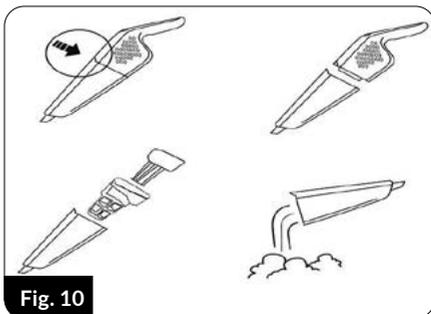

Fig. 10
6. Compruebe periódicamente el llenado del contenedor de polvo (12). Un contenedor demasiado lleno reduce el rendimiento de limpieza, aumenta el consumo de energía y hace que los filtros se ensucien más rápido. Para vaciar el contenedor de polvo, apague la aspiradora retirándola de la empuñadura principal, utilizando el botón (8), libere el contenedor de polvo (12) de la aspiradora, extraiga el filtro HEPA (10) y el cuerpo del filtro (11) del contenedor. Vierta el contenido del recipiente en la papelera (fig.10).
8. Después de terminar de aspirar, apague la aspiradora con el interruptor (3), limpie el contenedor de polvo y cargue la batería. Una batería completamente cargada puede hacer funcionar la aspiradora hasta 40 minutos con poca potencia de succión. La descarga de la batería se indica mediante